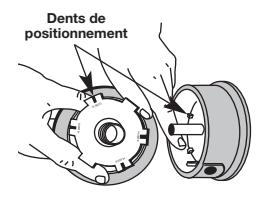

Fig. 27
- Vérifiez l'état d'usure des dents de positionnement sur le moulinet intérieur et la bobine extérieure (Fig. 27). Enlevez les ébarbures ou remplacez le moulinet et la bobine au besoin.